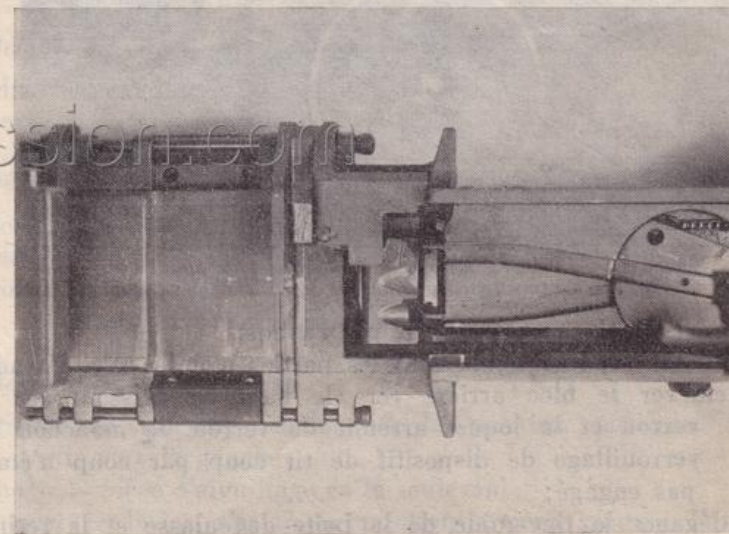
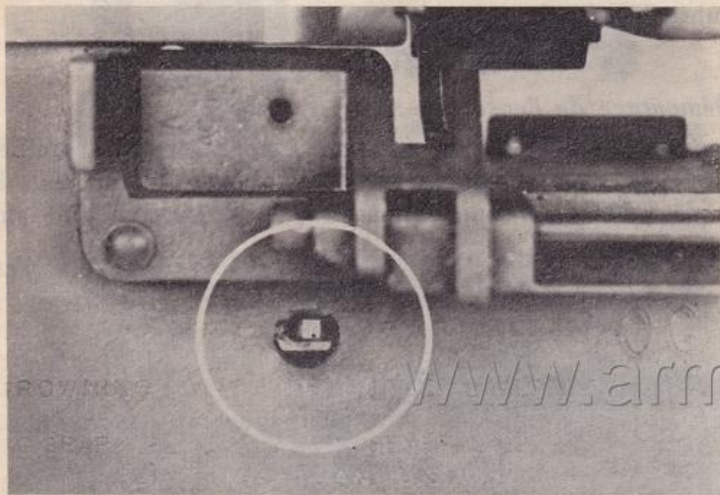

Figure 3. — Pour visser ou dévisser le canon, tirer l'ensemble mobile vers l'arrière, d'environ 8 mm.
Figure 4. — Vue du bossage de lame-ressort de blocage du canon par l'orifice pratiqué sur le flasque droit de la boîte de culasse.
- faire reculer l'ensemble mobile d'environ 8 mm (fig. 3), de manière à faire apparaître le bossage de la lame-
ressort de blocage du canon dans l'orifice pratiqué à cet effet sur la partie droite de la boîte de culasse (fig. 4) ; maintenir les pièces dans cette position ;
3. *Canon* : ne pas visser le canon, sans tirer l'ensemble mobile vers l'arrière (fig. 3), de manière que le bossage de la lame-ressort de blocage du canon puisse jouer librement dans l'orifice pratiqué à cet effet sur le flasque droit de la boîte de culasse (fig. 4). Régler et vérifier la feuillure en
l'orifice rond situé sur le côté droit de la boîte de culasse (fig. 4).